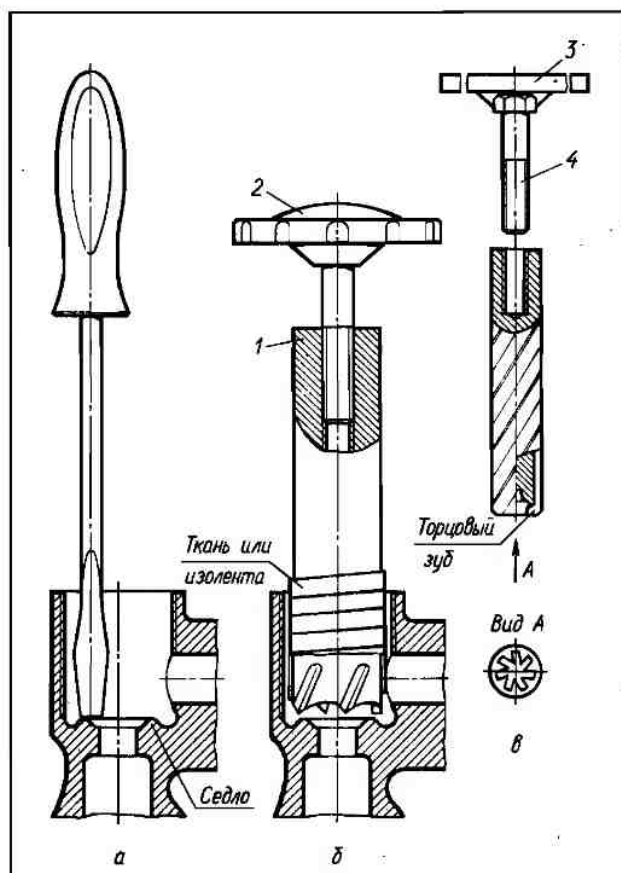

Рис. 19. Методы устранения радиальной канавки в седле боковины смесителя пробкового типа или на седле корпуса смесителя другого типа
канавка в седле. Несколько вывинтив маховик, выкручивайте вентильную головку. Канавку в седле можно определить несколькими способами. Самый простой — ногтем мизинца. Но если канавка глубиной около 0,1 мм, то таким путем ее ощутить нельзя. При хорошем рассеянном освещении канавка на седле видна. Для фокусировки освещения можно использовать зеркало. Для перепроверки наличия канавки используйте отвертку. Просуньте ее так, чтобы она расположилась по радиусу отверстия для входа воды. Проведите лопаткой отвертки по седлу. Канавка сразу ощутится. Если глубина канавки не более 0,3 мм, то есть временный выход. Лопаткой отвертки соскребите острые края канавки (рис. 19, а). В клапан вставьте прокладку из нетвердой резины толщиной в 4—6 мм. Вкрутите вентильную головку в боковину. Откройте вентиль и при пользовании более туго заворачивайте маховик.
2. Если нет боковины с целым седлом, применяйте второй метод. Он заключается в строгании вершины седла до тех пор, пока не будет уничтожена канавка и вместо округлой вершины седла не останется плоское кольцо. Иногда канавка слишком глубока и приходится сострагивать седло полностью. Прокладка в клапане тогда вместо кольцевого выступа будет упираться в плоскость с отверстием посредине. Стругать удобнее всего концевой фрезой 1 диаметром 16 мм (рис. 19, б). Ее можно купить в магазинах «Инструмент». Используйте торцовую часть фрезы, а боковые острые кромки на образующей фрезы обмотайте тканью или изолянткой, чтобы они не повредили резьбы на боковине.